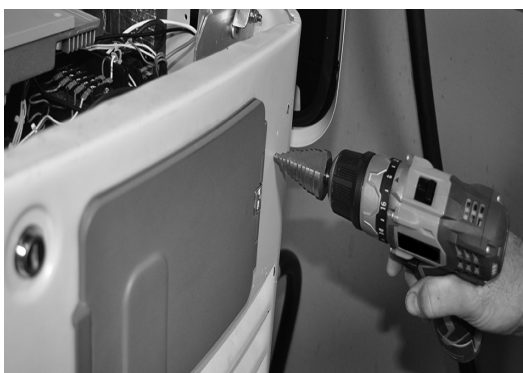

Figura 3-5. Taladrado del agujero de montaje
9. Usando la plantilla provista con estas instrucciones, haga un agujero de 1 1/8 in justo detrás de la caja del disyuntor. Vea la Figura 3-5.